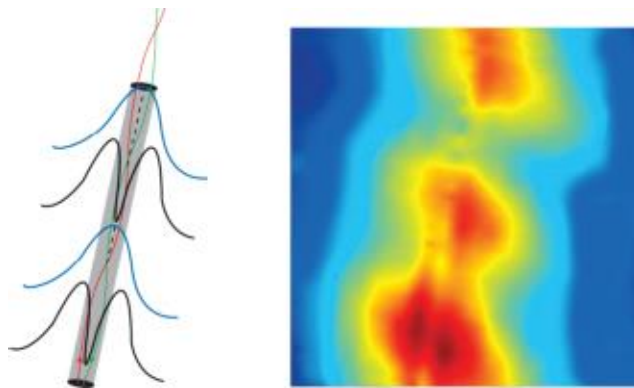

Fig. 2-15: 生じる磁場の形状は、ワイヤが真っ直ぐ、垂直又は水平方向であるか否か、そして各々の間隔並びに撚れの程度に応じて、単純又は複雑である場合があります。
ワイヤー内を流れる電流によって生じる磁場は、ワイヤーがどのような方向であるかに依存します。単純線であるか、あるいは、かなり曲がりくねっている可能性があります。シンプルワイヤとツインワイヤの例を示します。(Fig. 2-15 参)
4. **ワイヤーの方向性:** Fig. 2-15 を参照のこと。